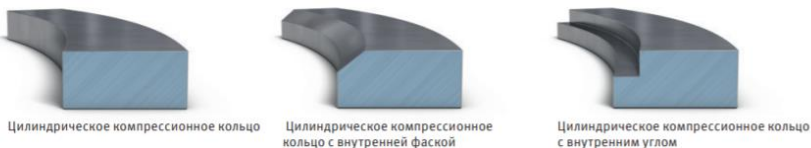

Рис. 1. Виды цилиндрических поршневых колец
1. Цилиндрические компрессионные поршневые кольца имеют прямоугольное поперечное сечение. У таких колец боковые поверхности параллельны друг другу. Данный тип компрессионных поршневых колец является самым простым и наиболее распространенным. В настоящее время кольца этого типа используются преимущественно в качестве первого компрессионного кольца (рисунок 1) [1].